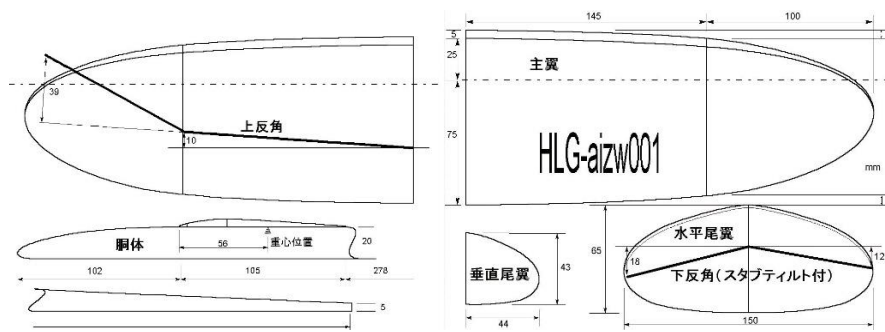

図2 木製グライダーの図面
- 3 図面（図2）をボールペンでバルサ材に写し取り、カッターで切り取った。